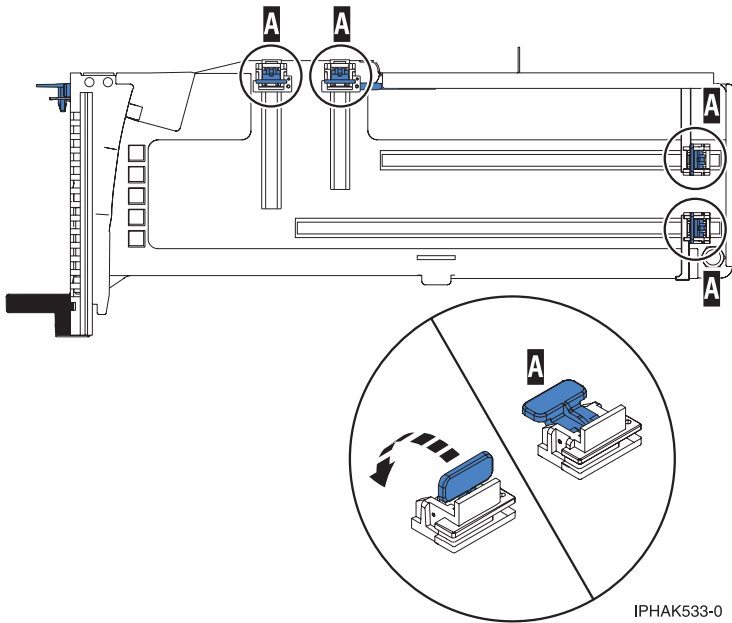

Figura 84. Piezas de retención del adaptador en una casete
- a. Asegúrese de que todas las piezas que servirán para sujetar el adaptador se han empujado hacia fuera de los bordes de la casete para permitir la colocación del adaptador. Consulte Figura 84 en la página 82.